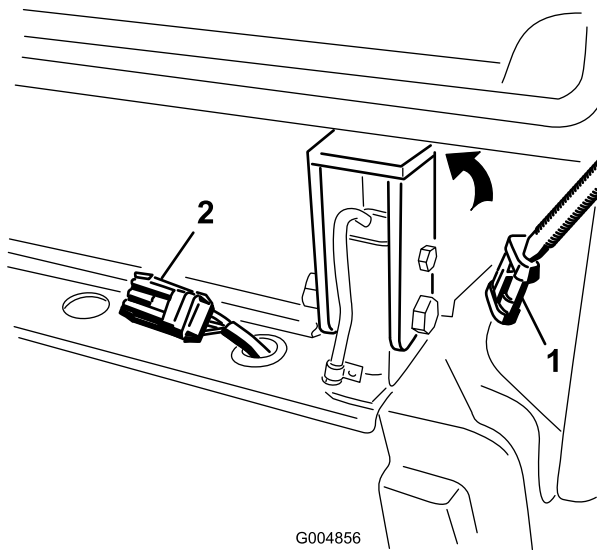

Figura 68
- Retire el tapón y enchufe el conector del arnés de cables de la cabina en el arnés del bastidor trasero (Figura 68).